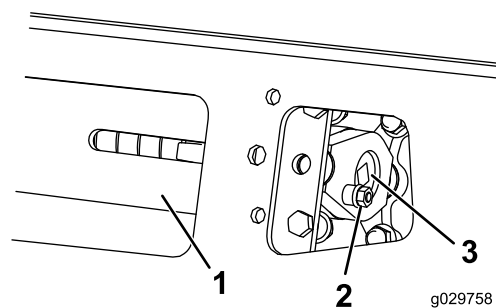

図 59
3. ロッキングボルトとナットを外す 図 59。
5. テンションねじのノッチのうち、ロッキングボルトの穴に一番近いノッチを穴に合わせ、ねじを溝をローラを適切な穴に合わせてセットし、シャフトを通してボルトとナットで固定する 図 59。
4. ロッキングボルトとナットを外す 図 59。
5. ½" のドライブレレンチを使用して、テンショニングねじを左にまわしてドライブテンションを解放する 図 59と図 60。
5. 1/2" のドライブレンチを使用して、テンショニングねじを左にまわしてドライブテンションを解放する 図 59と図 60。